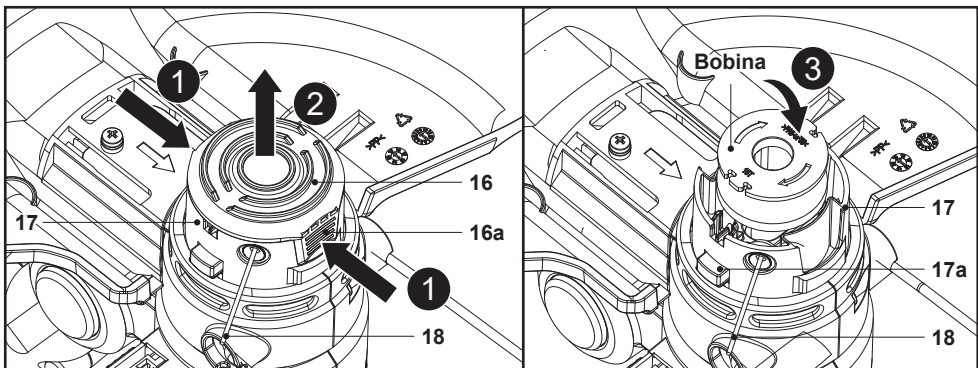
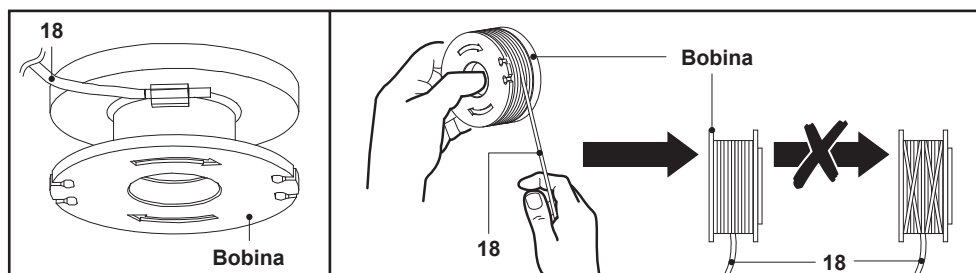

Fig. 10
Fig. 11
1. Extraiga la batería (19).
2. Abra el alojamiento de la bobina (17): Presione simultáneamente los dos botones de liberación (16a) de la tapa de la bobina (16) (Fig. 10). Puede utilizar una herramienta (por ejemplo, un destornillador) para levantar la tapa de la bobina.
3. Retire la tapa de la bobina (16) (Fig. 10).
5. Saque el extremo del hilo de corte (18) de la nueva bobina por la ranura del alojamiento de la bobina (17). Extraiga unos 15 cm de hilo de corte fuera del alojamiento de la bobina.
6. Introduzca la nueva bobina en su alojamiento (17) (Fig. 10).
7. Vuelva a colocar la tapa de la bobina (16) en el alojamiento de la bobina (17). Asegúrese de que los botones de liberación (16a) de la tapa de la bobina encajan en los huecos del alojamiento de la bobina.
5. Deseche todo el hilo de corte restante (18) de la bobina.
6. Limpie el alojamiento de la bobina (17) y la bobina.
7. Corte un nuevo hilo de corte (18) de 4 m de largo con un diámetro de 1,6 mm.
8. Pase un extremo del nuevo hilo de corte (18) por el ojal pequeño de la bobina de corte en la dirección de las flechas (Fig. 11).
9. Enrolle todo el hilo de corte (18) firmemente alrededor de la bobina en el sentido de las flechas de la bobina (Fig. 11).